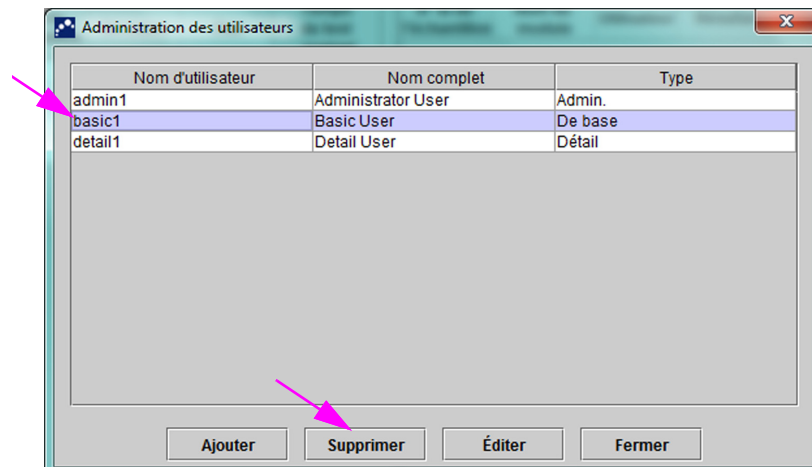

Figure 2-75. Boîte de dialogue Administration des utilisateurs avec sélection de l'utilisateur à supprimer
- 2. Cliquez pour sélectionner l'utilisateur à supprimer. Voir Figure 2-75.
3. Cliquez sur **Supprimer**. L'utilisateur est supprimé. Voir Figure 2-75.